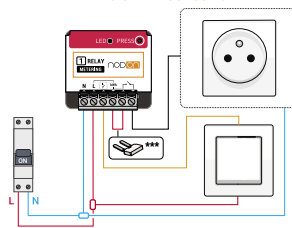

Imagen 1 ***Puente de conexión
- Realice el cableado del módulo multifunción Zigbee con medición según el esquema de la imagen 1.